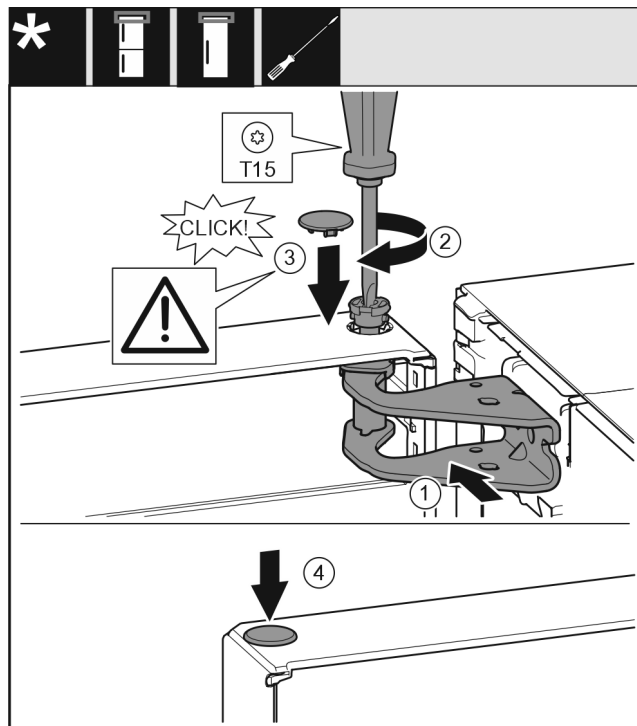

Fig. 24
- Poravnajte gornja vrata prema otvoru u podlošku ležaja Fig. 24 (1).
- Umetnite svornjak Fig. 24 (2) i pritegnite ga odvijačem.
- Postavite poklopac Fig. 24 (3).
- Provjerite da poklopac Fig. 24 (3) naliže na vrata.
- Postavite poklopac Fig. 24 (4).